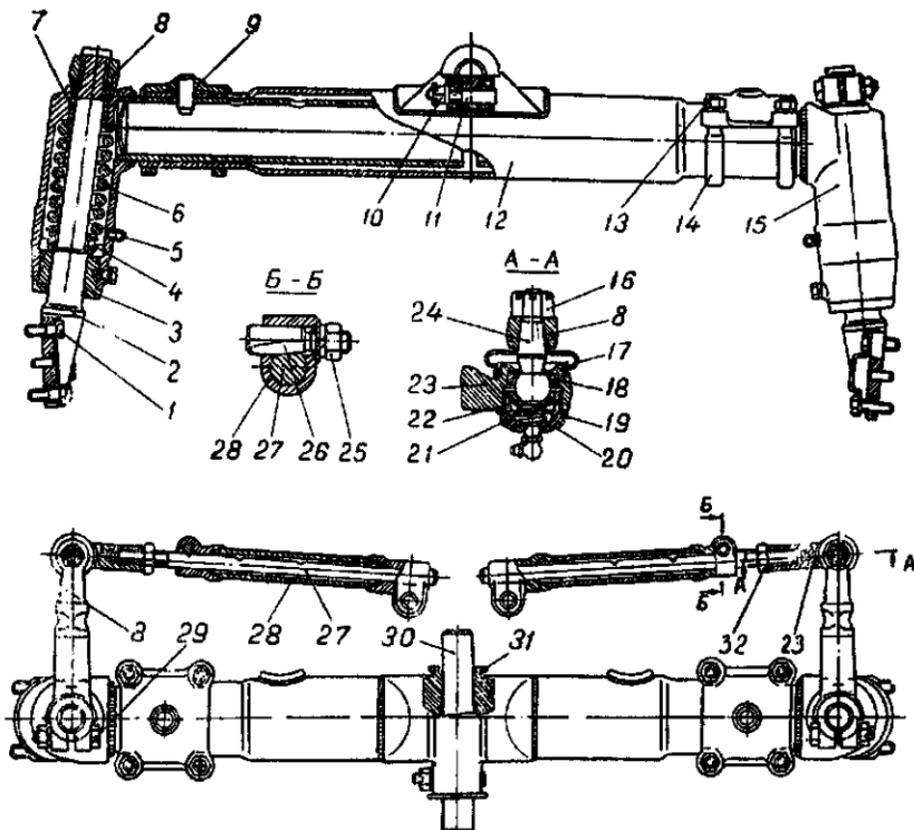

Рис. 48. Передняя ось
При проверке состояния резьбовых соединений особое внимание обратите на затяжку гаек хомутов накладки 9 и болтов 29 (рис. 48) шлицевого соединения поворотных рычагов.
2. Расшлинтуйте с обеих сторон гайки 16 (рис. 48) и отверните их. Ослабьте затяжку контргаек 32. Отсоедините рулевые тяги 28 от поворотных рычагов 8.
5. Убедившись в правильности регулировки сходимости направляющих колес, произведите надежную затяжку гаек 16 (рис. 48) с последующим стопорением их шплинтами. Законтрите стержень тяги контргайкой 32. Регулировку сходимости направляющих колес производите через каждые 960 часов работы трактора, а также при установке другой колес.
3. Отверните гайки и выньте болты крепления стержня рулевой тяги 28 (рис. 48).